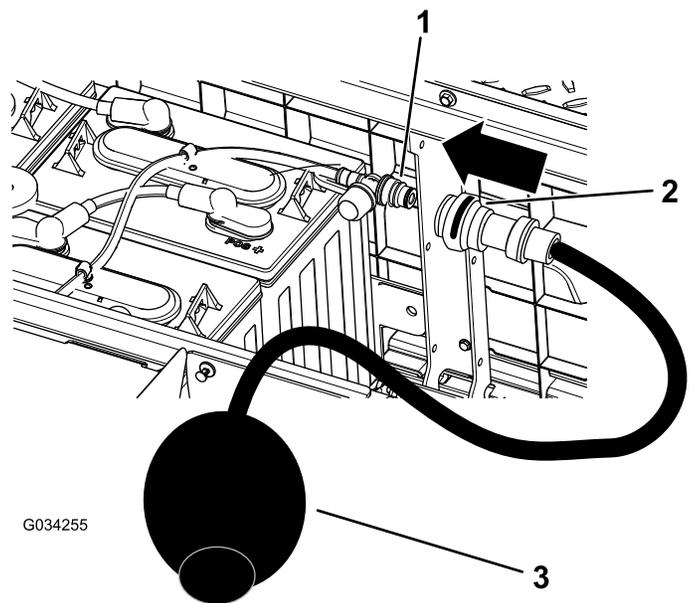

Figura 40
- Conecte a bomba manual de água da Toro à porta de enchimento de água (Figura 40).